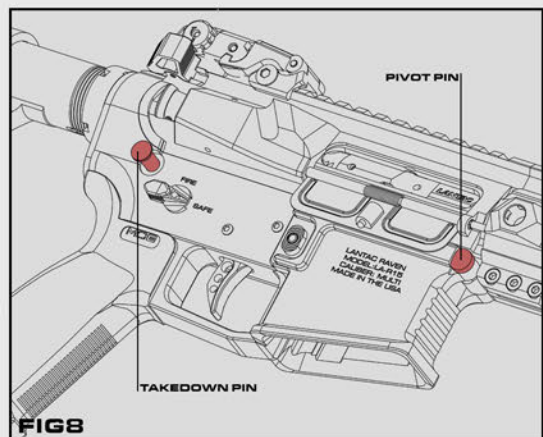

FIG8
7. PLACE THE TWO RECEIVERS TOGETHER AND CAREFULLY PUSH THROUGH THE PIVOT PIN THEN THE TAKEDOWN PIN. IT MAY BE NECESSARY TO SQUEEZE THE RECEIVERS TOGETHER IN ORDER TO GET THE REAR PIN TO FULLY INSERT, FIG8.